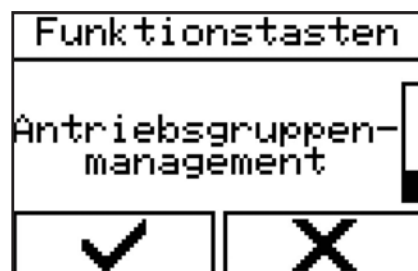

Abbildung 48 - Menü auswählen
1. Menü über „Handschalter“ → „Premiumfunktionen“ → „Einstellungen der Funktionstasten“ → „Antriebsgruppenmanagement“ (Abbildung 48) auswählen.